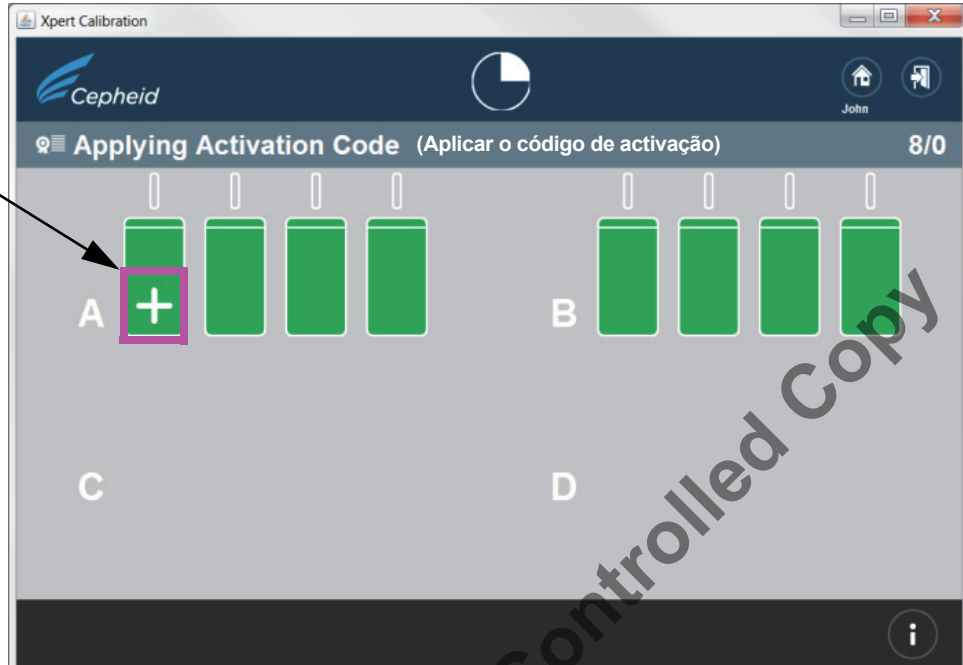

Figura 24. Ecrã Applying Activation Code (A aplicar o código de activação)
21. Após a transferência do certificado do código de activação, este código de activação será aplicado a cada módulo testado bem sucedido e esses módulos serão depois identificados por um símbolo “+”. Consulte Figura 24.
Nota: No ecrã mostrado na Figura 24, alguns módulos podem apresentar o ícone de assistência necessária ou podem estar esbatidos caso tenham sido ignorados.